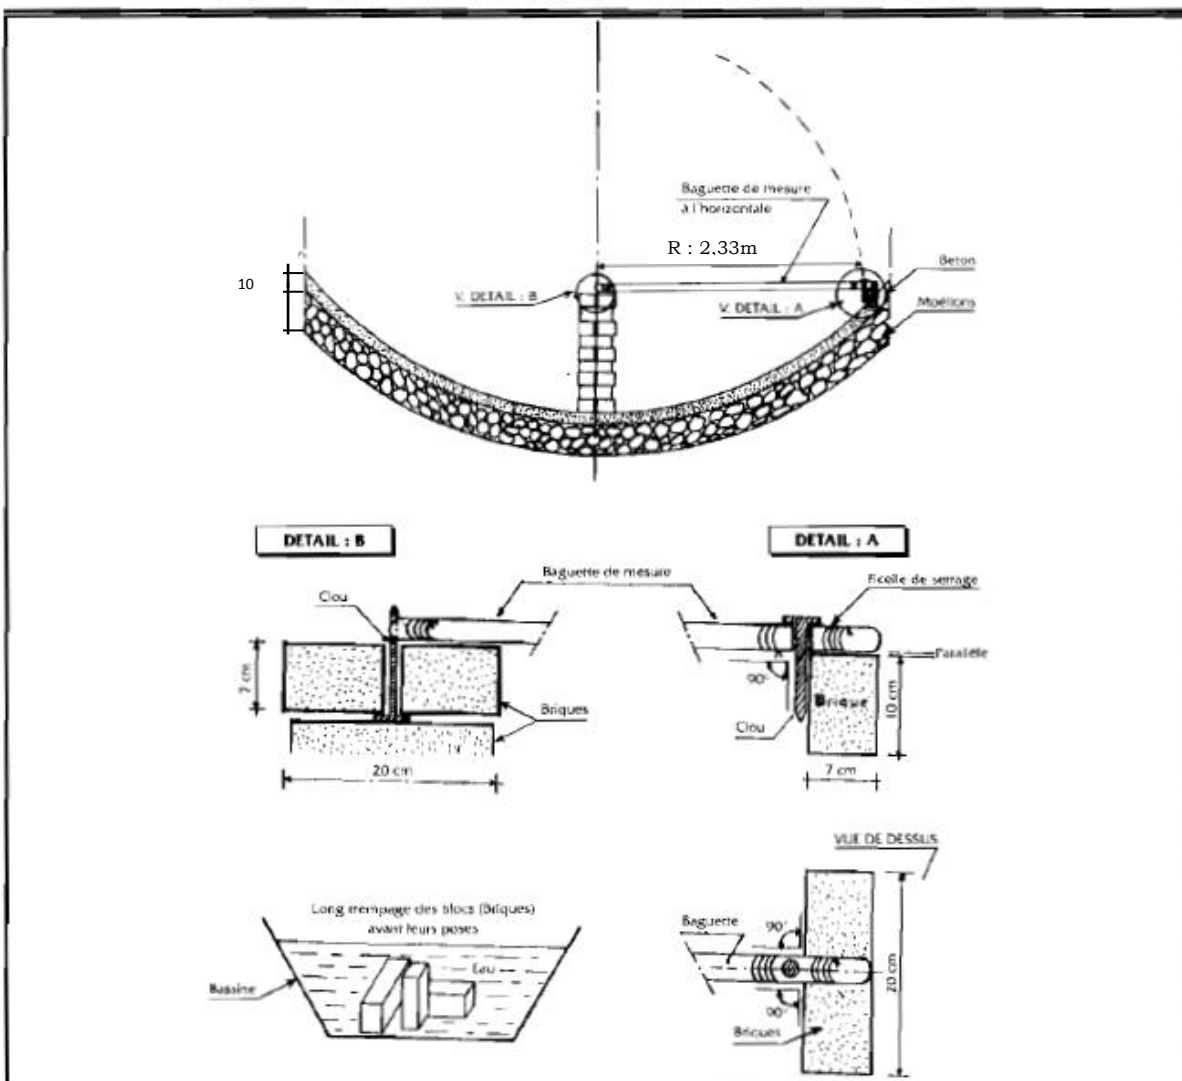

Figure 10 :
5.22/ Monter une troisième rangée de briques. FIG.10.